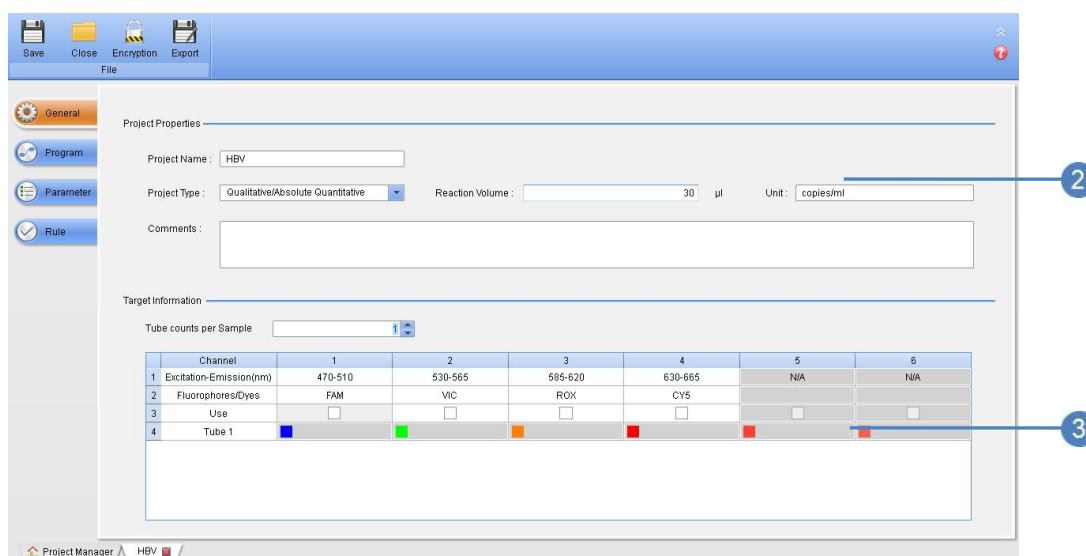

Fig 5-3
- ① Clic **Creare** butonul din stânga ecranului Manager de proiect pentru a deschide expertul de proiect (Fig 5-3).